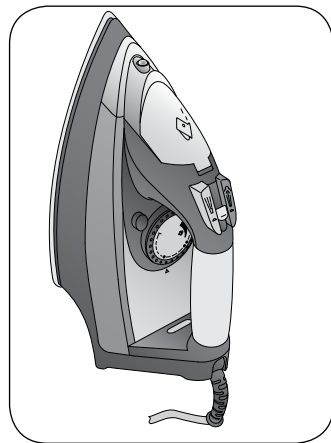

Fig. 7
Appoggiare il ferro in posizione verticale sul suo appoggio ferro (H) (Fig. 7).